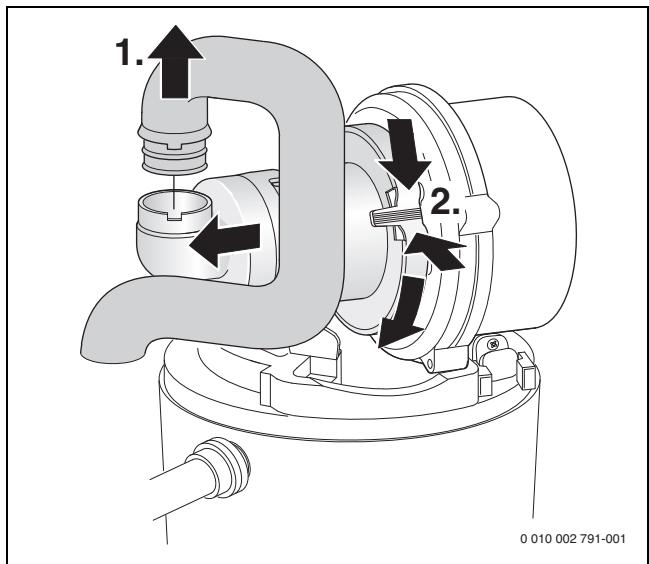

Bild 52 Saugrohr und Mischeinrichtung ausbauen
- Mischeinrichtung ausbauen (→ Bild 52).